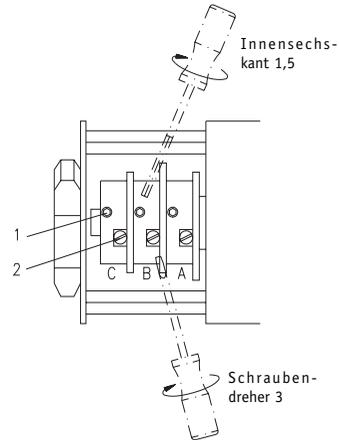

Abb. 8: Einstellung der Schaltnocken
- Bringen Sie die drehbaren Nocken (A, B, C) in eine zur Feineinstellung günstige Position: Gewindestift (1) und Schraubrad (2) sollen gut erreichbar sein.
- Sichern Sie jeweils die Nocken durch Anziehen der Gewindestifte (1) gegen Verdrehen.
- Die Feineinstellung der Nockenscheibe erfolgt durch drehen der Feineinstellschraube (2) mittels Schraubendreher Größe 3 (siehe Abb. 8).